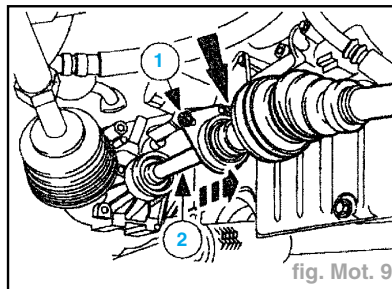

fig. Mot. 9
- Déposer l'arbre de roue avant droit (fig. Mot. 9) :